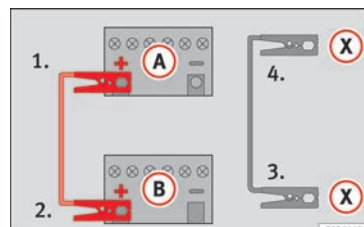

Fig. 88 Schema elettrico per i veicoli dotati di sistema Start/Stop.
- 4b. *Nei veicoli con sistema Start/Stop:* collegare un'estremità del cavo **nero** di emergenza **(X)** a un terminale di massa idoneo, a un elemento metallico massiccio avvitato al monoblocco del motore o al monoblocco stesso » **fig. 88.**